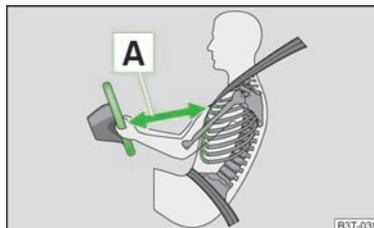

Fig. 96
- Il est important que le conducteur et le passager avant se tiennent à une distance minimum de 25 cm du volant et du tableau de bord » fig. 96 A. Les airbags ne peuvent pas vous protéger si vous en êtes plus près - danger mortel ! Les sièges avant et les appuie-tête doivent en outre toujours être ajustés en fonction de la taille des personnes.